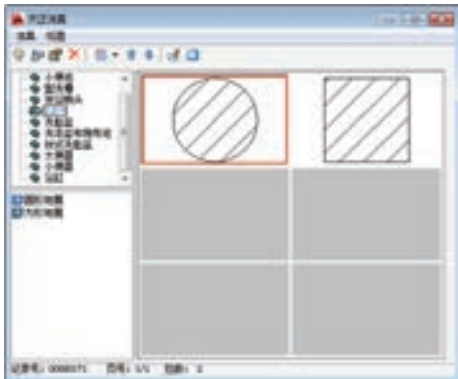

图 14-59 “天正洁具”窗口
- 4) 布置洁具。调用“布置洁具”命令，在打开的“天正洁具”窗口中选择地漏图形，如图 14-59 所示。